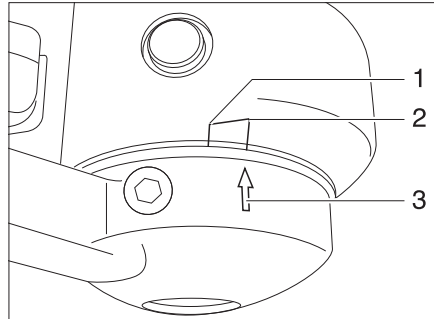

Bild 161 Verschleißkontrolle Reibbeläge
- Wenn der Pfeil an der Druckscheibe (Bild 161,3) vor oder an der Markierungsfläche (Bild 161,2) steht, sind die Reibbeläge noch im Neuzustand.
- Wenn der Pfeil an der Druckscheibe innerhalb der Markierungsfläche (Bild 161,1 bis 2) steht, sind die Reibbeläge leicht abgenutzt.
- Wenn der Pfeil an der Druckscheibe am Ende der Markierungsfläche (Bild 161,1) steht oder sie überschreitet, sind die Reibbeläge abgenutzt.